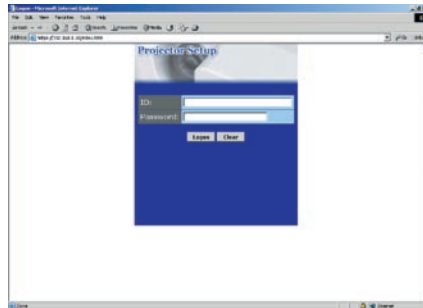

Fig.1 ログイン画面
1. PC 上の Web ブラウザのアドレスバーに [https://191.168.1.10] と入力し ENTER を押してください。下の Fig.1 の画面が PC 上に現れます。